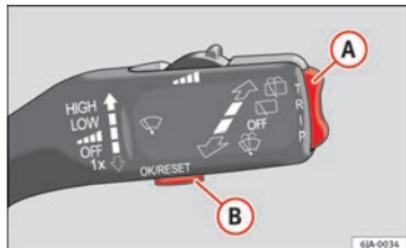
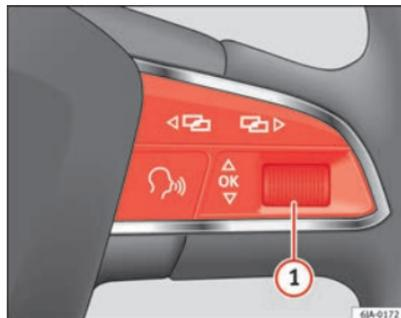

Fig. 34 Indicador multifunções: elementos de utilização
Fig. 35 Volante multifunções: elementos de utilização
- pressionando brevemente o botão  do manípulo ⇒ Fig. 34 ⇒ Página 62, ou
- pressionando brevemente a roda recartilhada direita do volante multifunções OK  ⇒ Fig. 35.
O botão para mudar funções **A** ⇒ Fig. 34 e o botão para eliminar a memória **B** encontram-se no manípulo do limpa-vidros.
- Pressione brevemente o botão **B** ⇒ Fig. 34 do manípulo.
- Pressione brevemente a roda recartilhada direita do volante multifunções **OK 1** ⇒ Fig. 35.
- Pressione brevemente o botão basculante **A** ⇒ Fig. 34 do manípulo para cima ou para baixo. Desta forma, visualizam-se de forma sucessiva as funções do indicador multifunções no ecrã. ▶
- Pressione a roda recartilhada direita do volante multifunções **1** ⇒ Fig. 35. Desta forma, visualizam-se de forma sucessiva as funções do indicador multifunções no ecrã.
- Mantenha pressionado o botão **B** ⇒ Fig. 34 do manípulo.
- Mantenha pressionada a roda recartilhada direita do volante multifunções **OK 1** ⇒ Fig. 35.
sonoro. Ao pressionar o botão basculante **A** ⇒ Fig. 34 do manípulo ou ao rodar a roda recartilhada direita do volante **1** ⇒ Fig. 35 mostra-se a última função visualizada.
- Pressionando o botão **(A)** ⇒ Fig. 34 do manípulo seleccione **Avi-so velocidade**.
- Rode a roda recartilhada direita do volante multifunções ① ⇒ Fig. 35 e seleccione **Aviso velocidade**.
- Pressionando o botão **(A)** ⇒ Fig. 34 do manípulo seleccione **Aviso velocidade**.
- Rode a roda recartilhada direita do volante multifunções **(1)** ⇒ Fig. 35 e seleccione **Aviso velocidade**.